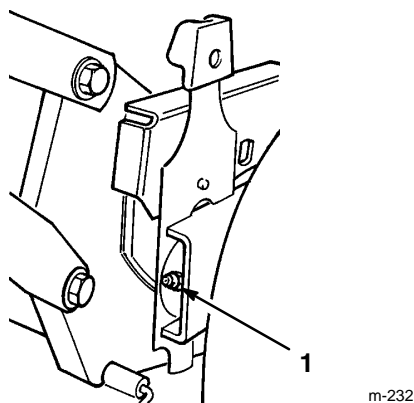

Abbildung 27
1. Die Schnitthöheneinstellhebel an den Hinterrädern auf mittlere Position stellen. Die Schmiernippel mit einem sauberen Lappen abwischen (Abb. 27). Eine Fettpresse am Nippel ansetzen und vorsichtig 2 oder 3 Takte “#2 Multi-Purpose Lithium Base Grease” einpumpen. Durch übermäßigen Fettdruck können die Dichtringe beschädigt werden.